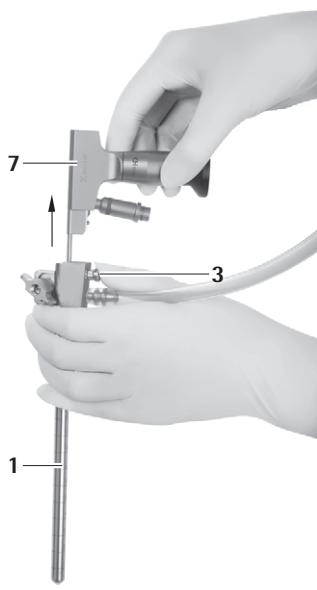

Fig. 11
- ▶ Premere il pulsante di rilascio 3 ed estrarre l'endoscopio 5 dal trocar MINOP InVent 1, vedere Fig. 11.